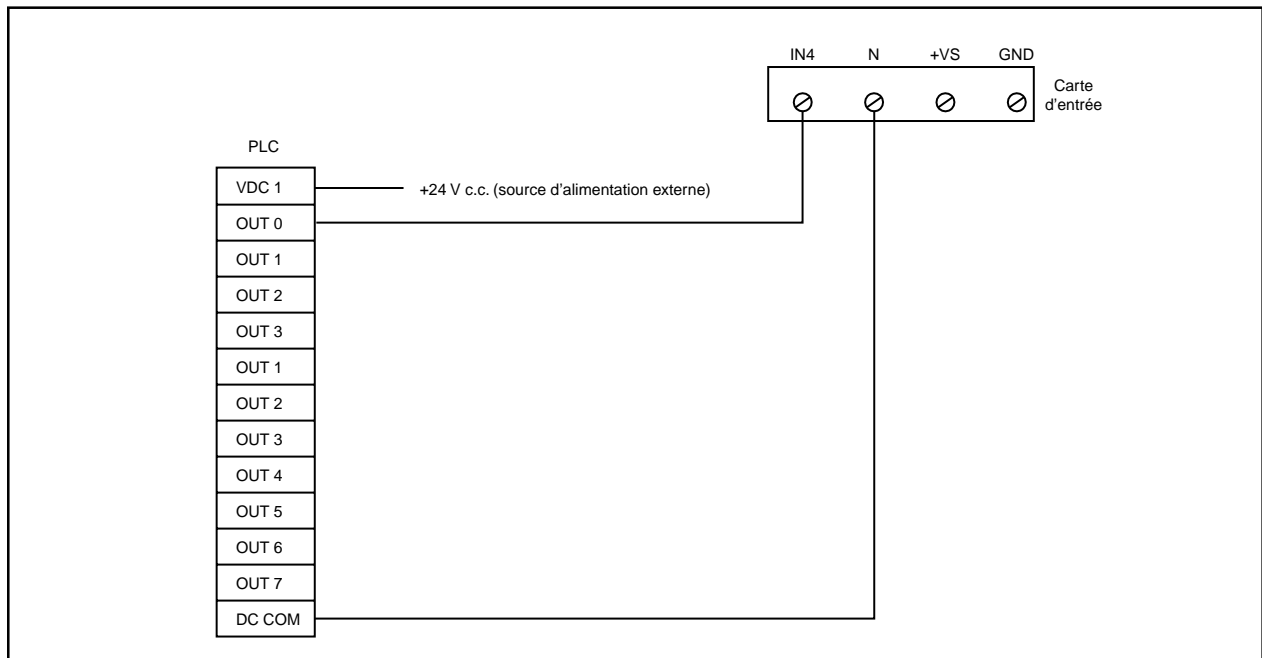

Figure 11. Branchement de la carte d'entrée 24 V à un automate programmable - Voir le Tableau 1
Tableau 1 – Compatibilité avec un automate programmable (PLC). La sortie de l'automate doit être compatible avec les paramètres d'entrée suivants de l'appareil. Voir les figures 11 et 14
- Ajuster, au besoin, le volume du son au moyen du potentiomètre situé sur la carte principale (Fig. 11).